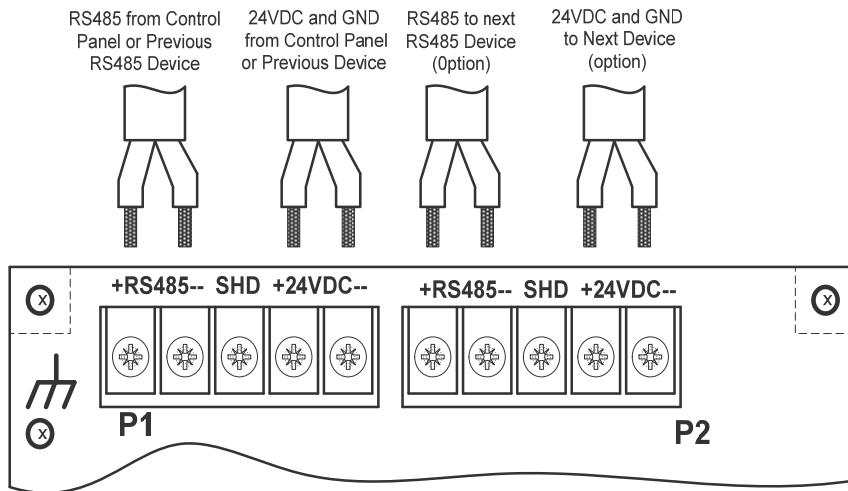
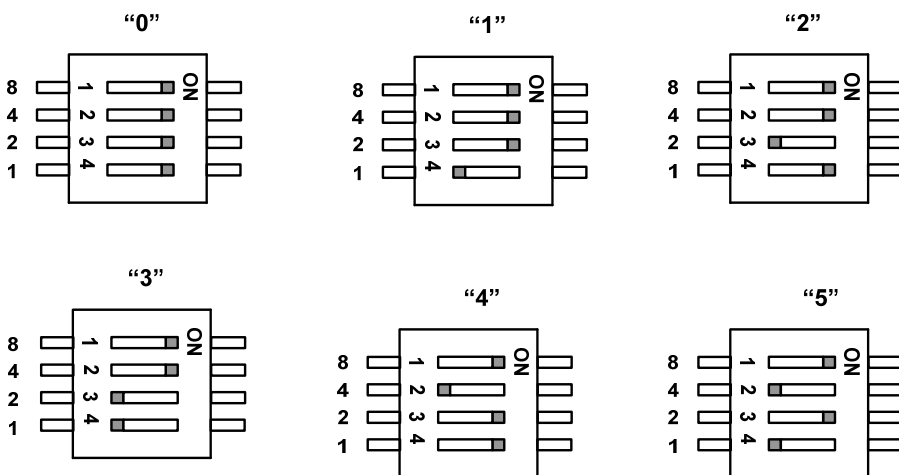

Рис.4. Подключение питания и RS485 сети.
Рис.6 Установка адреса модуля.
- Подключить питание и RS485 сеть монтируемого модуля к установленному ранее согласно Рис.4.
Подключить питание и RS485 сеть к терминал блокам P1 или P2 согласно Рис.4. Одноименные контакты блоков P1 и P2 закорочены, поэтому предварительное удаленное устройство и последующее может быть подключены к разным терминальным блокам. С помощью переключателя SW2 установить адрес модуля согласно Рис.6 (0 или 1). Если данный модуль подключен последним на линии RS485 необходимо переключатель SW1 (№ 1 и 2) установить в положение ON согласно Рис .5. С помощью этого же переключателя (№ 4) установить режим работы шлейфов А ("кольцо") или В ("радиус").